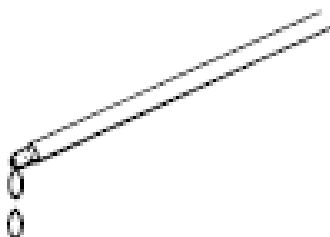

Figura 7. Líquido saliendo por el extremo distal del dispositivo
9. Purgue de aire el sistema hasta que salga líquido por los orificios del extremo distal del dispositivo (Ver Figura 7). Pince el juego de tubos hasta que esté listo para su utilización.